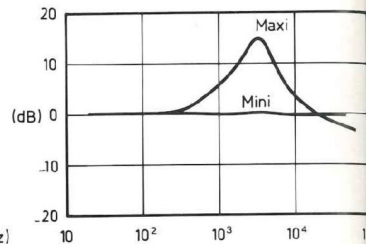

Fig. 5b : Filtre de présence.
- Les filtres de présence (figure 5b) qui favorisent les fréquences vocales pour en améliorer l'intelligibilité dans des situations difficiles, par exemple.